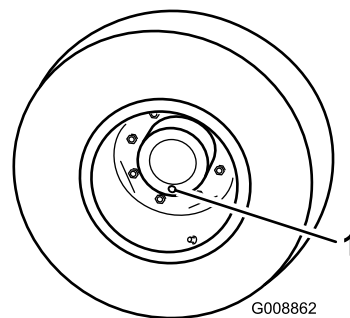

Figura 62
1. Coloque a máquina numa superfície nivelada e posicione a roda de forma a que um dos tampões de verificação se encontre na sua posição mais baixa (6 horas). Figura 62